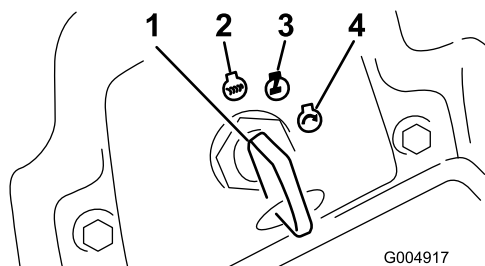

Figura 16
- Gire la llave de contacto a la posición Marcha (Figura 16).
- Gire la llave de contacto a la posición Desconectado (Figura 16). Espere a que se detengan todas las piezas en movimiento antes de abandonar el puesto del operador.